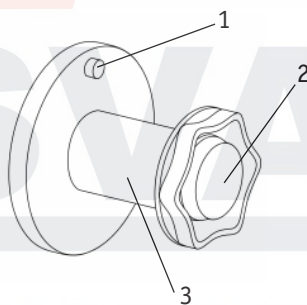
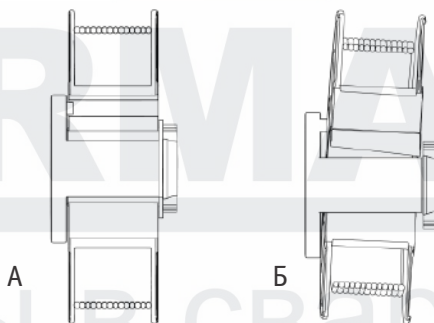

Рис. 8.2.2. Ось катушки.
Рис. 8.2.3. Установка катушки с проволокой D300 на ось катушки.
2. Установите катушку с проволокой D300 на ось катушки (См. рис. 8.2.2). Не допускайте перекаса катушки (См. рис. 8.2.3).
2. Установите катушку с проволокой, совместите отверстие катушки и фиксатор адаптера, зафиксируйте её прижимной гайкой (См. рис. 8.2.2, п.2).